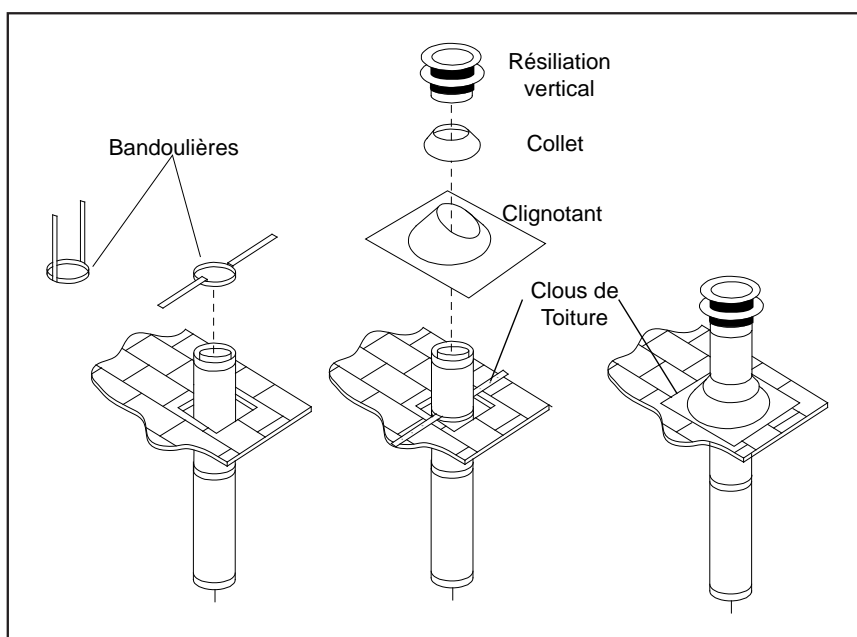

Figure 29. Vertical Terminaison de ventilation
- Etape 6.** Une fois les sections de tuyaux ont été rejoints, et courir à travers le trou dans le toit, glisser une sangle de coude sur les sections exposées, plier les sangles de soutien extérieur, et pousser la sangle de coude jusqu'au niveau du toit, comme le montre la Figure 29. serrer la pince autour de la section de tuyau. Utilisez un niveau pour s'assurer que le tuyau est vraiment verticale. Avec des clous, attacher les sangles de soutien à la toiture. Sceller les trous des clous têtes avec du mastic non durcissant. Couper la longueur excédentaire des sangles de support qui se prolongent au-delà du bord du solin.
- Etape 9.** Glissez le collet sur le tuyau, et le pousser vers le haut du toit clignotant comme le montre la figure 29. Utiliser le mastic non durcissant autour du joint entre le tuyau et le collet.